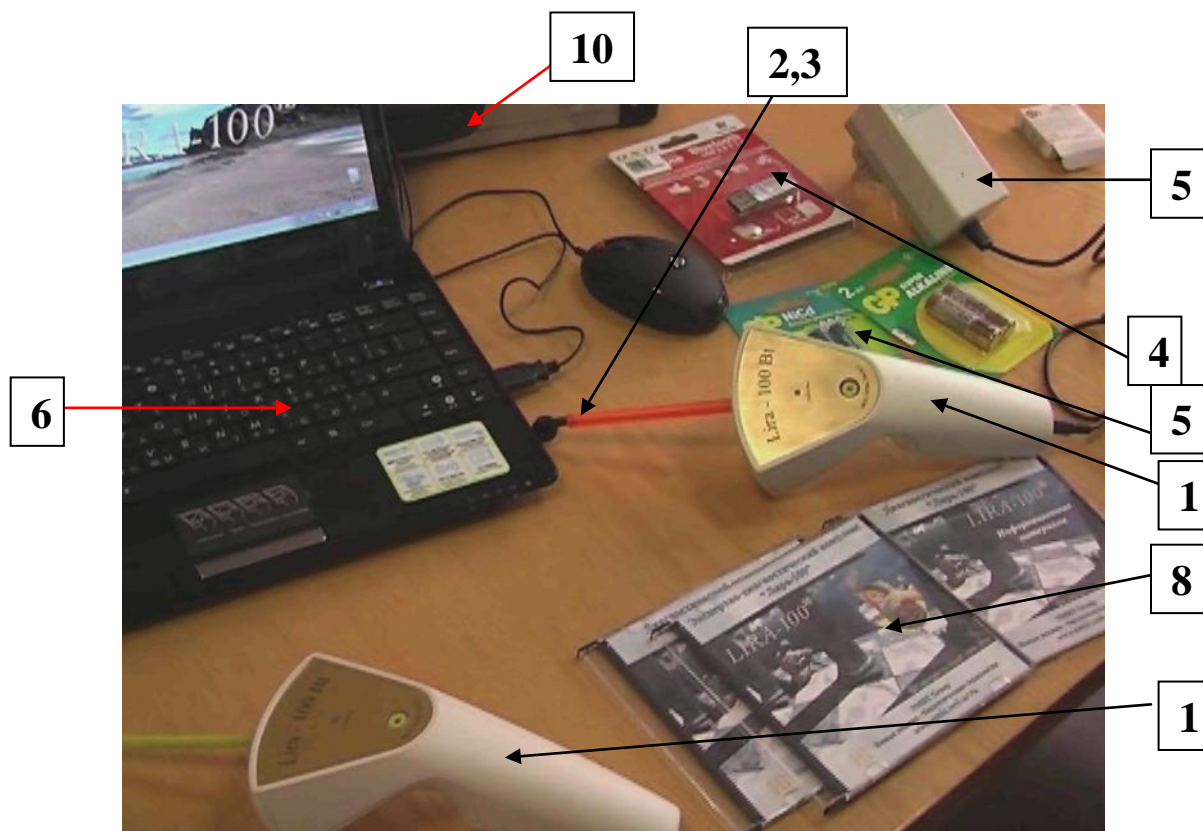
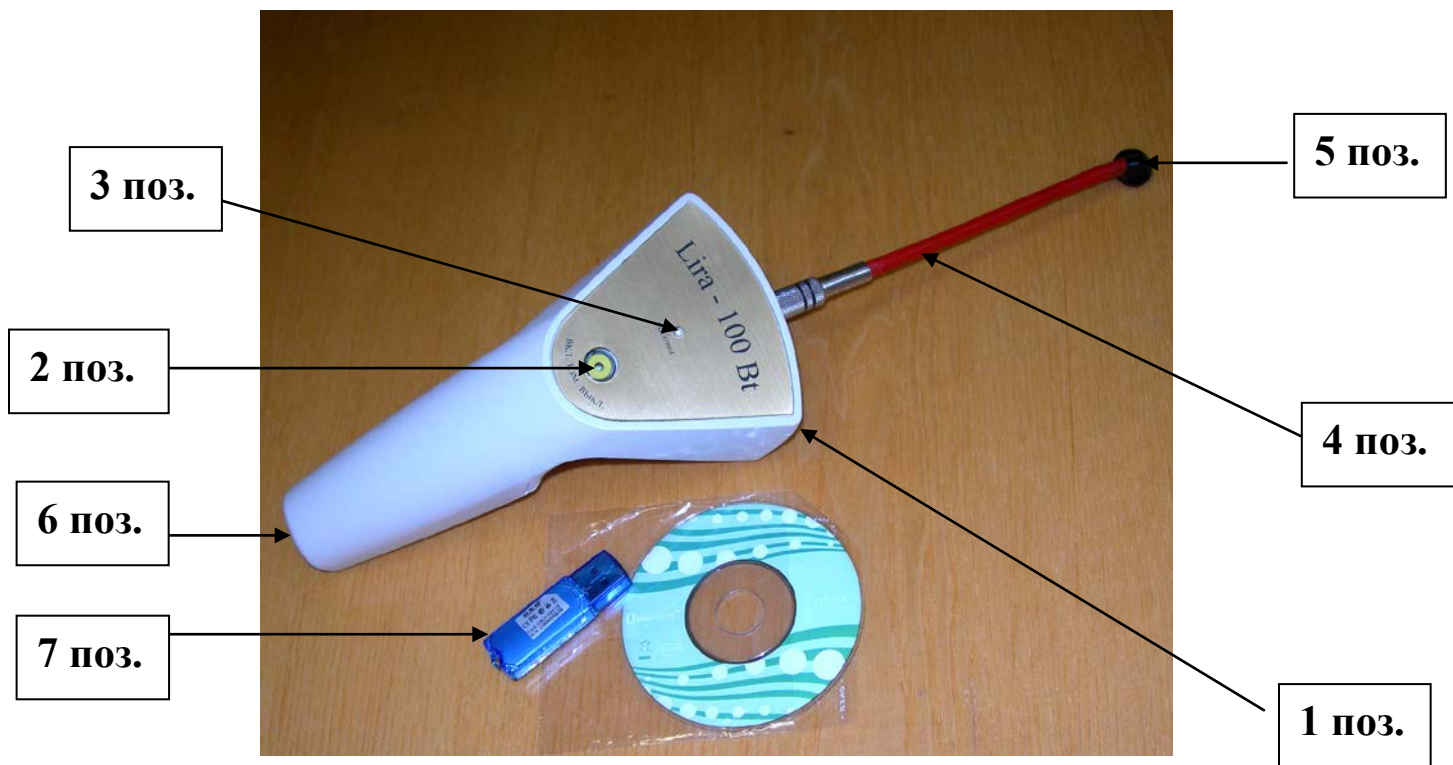
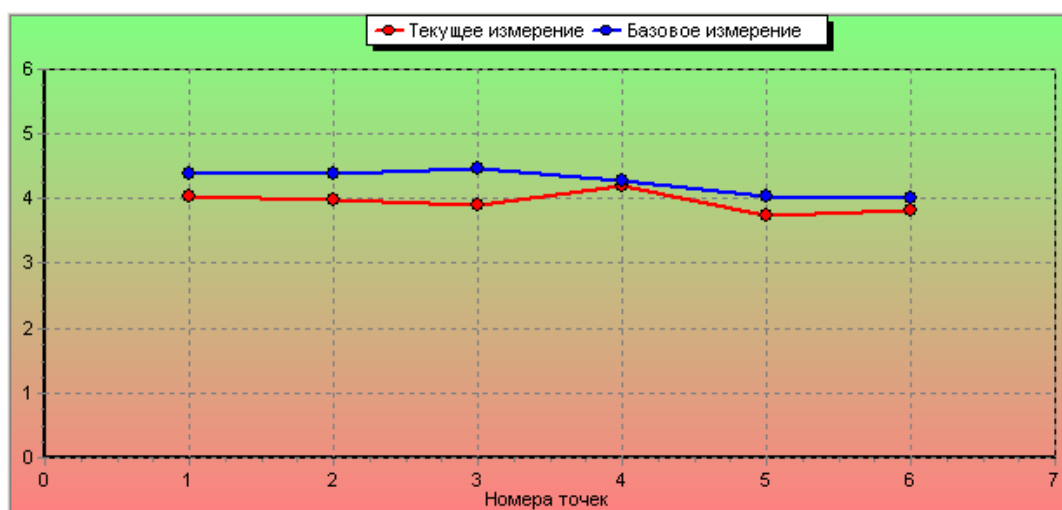

Рис.1. Комплект поставки «Lira-100bt».
Рис.2. Органы управления (поз.1-7).
Рис.3. Отображение процесса измерения на дисплее компьютера
Прибор представляет собой систему последовательно соединенных с датчиком блоков: преобразователя, усилителя-фильтра, микропроцессора и АЦП. Все блоки располагаются в пластмассовом корпусе, в дальнейшем именуемый блоком обработки сигналов (рис.2 – поз.1). Питание прибора осуществляется от 2-х аккумуляторных батареек (рис.1 – поз.4).напряжением 1,5 в, подзаряжаемых с помощью блока подзарядки (рис.1 – поз.5).
Датчик представляет собой колебательный контур, чувствительная зона которого (рис.2-поз.4,5) миниатюрная контурная антенна обеспечивает регистрацию изменяемого информационного импульсного сложно модулированного электромагнитного поля (ИСМ
ЭМП) с поверхности живых органов (тканей) в виде ответного сигнала. Текущие показания датчика индицируются на дисплее ноутбука (рис.1 – поз.6), измеренные в заданных точках значения сигнала также индицируются на дисплее прибора, при этом последовательно, по точкам строятся графики базового и текущего измерений (рис.3).
На нижней торцевой части прибора расположены гнездо для подключения блока подзарядки аккумуляторов питания (рис.2 – поз.6), на котором имеется индикатор заряда аккумуляторов.
Блок обработки сигналов обладает автономной системой передачи информации, имеет: двухцветный светодиодный индикатор работы прибора «Работа» (Рис.2 – поз. 3), кнопку включения/измерения «ВКЛ./ИЗМ./ВЫКЛ.», разъём RCA для подключения датчика измерения (в зависимости от комплектации разъём может отсутствовать, датчик устанавливается жёстко в корпусе прибора), блютуз система используется для дистанционной передачи сигнала (рис.2 – поз.7).
7.2. Показания датчика заносятся в память прибора и, если прибор подключен через дистанционную систему *Bluetooth* к компьютеру, передаются в компьютер после нажатия кнопки «ВКЛ./ИЗМ./ВЫКЛ.» на приборе (рис.2 – поз.2). **Внимание, после установки датчика на заданной зоне органа (живой ткани) и нажатия кнопки «ВКЛ./ИЗМ./ВЫКЛ.» показания датчика запоминаются и передаются в компьютер с задержкой около 0,5 секунды, это связано с обеспечением методической точности измерения, поэтому убирать датчик следует только после звукового сигнала окончания измерения.**